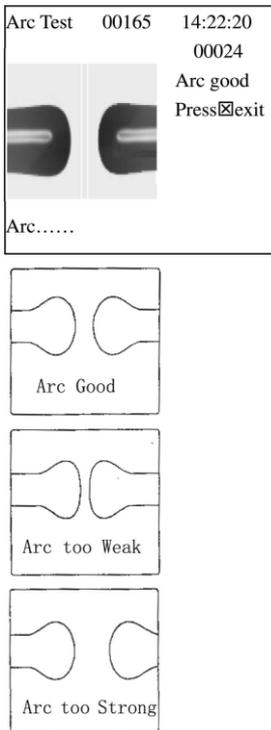

Рис. 5-2.
- 3) Тест дугового разряда автоматически подстраивает его мощность. Повторяйте тест до тех пор, пока на экране не появится сообщение «Arc good», см. Рис. 5.2.